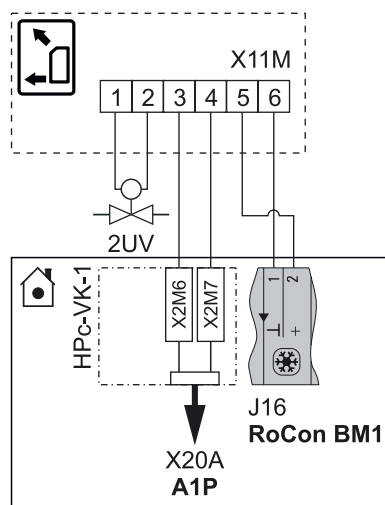

Bild 4-33 Anschluss ROTEX HP convector an ROTEX HPSU compact
- Elektrischer Anschluss des ROTEX HP convectors mit folgendem Zubehör entsprechend Bild 4-33 als Umschaltkontakt (Heizen/Kühlen) am Basismodul.